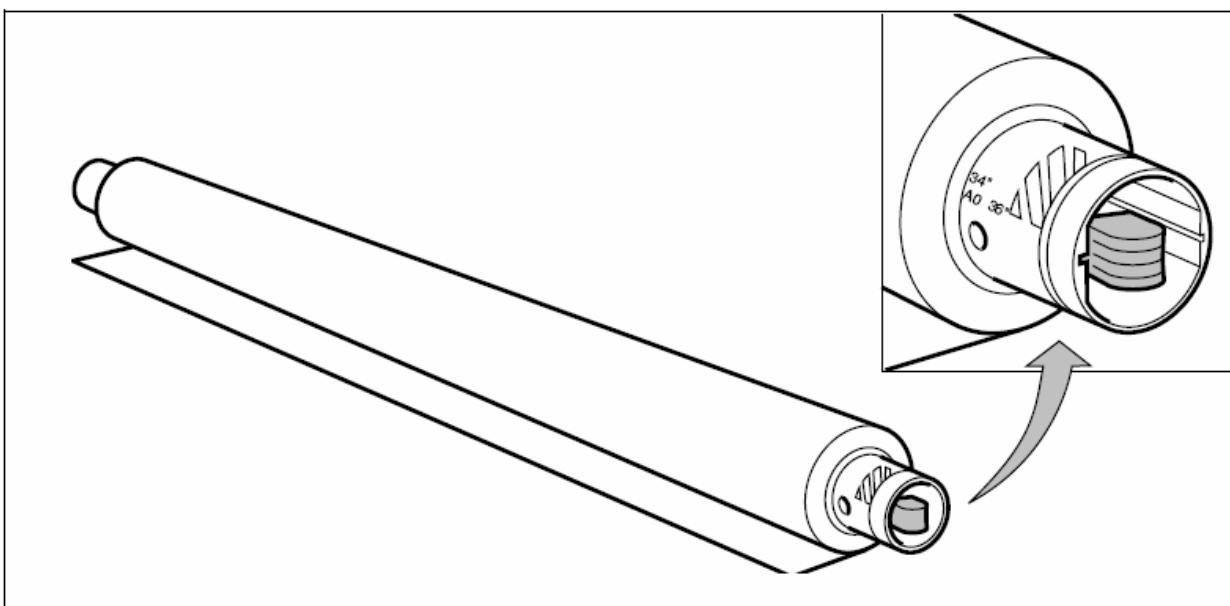

Рисунок 90: Нажмите кнопку зеленого цвета
4. Чтобы освободить механизм фиксатора и извлечь сердечник из держателя, нажмите на кнопку зеленого цвета, которая находится внутри держателя (смотрите рисунок 90).